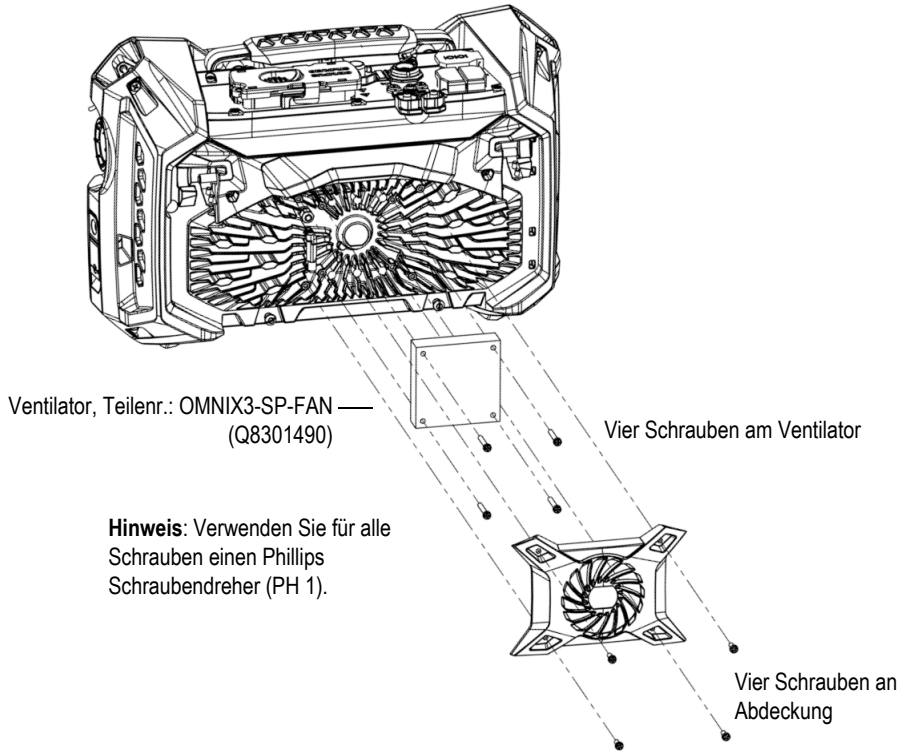

Abbildung 4-2 Ventilatoreinheit mit abgedeckten Komponenten
2. Falls die Reinigung von außen schwierig sein sollte oder falls der Ventilator nicht richtig zu funktionieren scheint, entfernen Sie die Ventilatorabdeckung und, falls notwendig, den Ventilator und reinigen Sie vorsichtig die Oberflächen (Abbildung 4-2 auf Seite 56).